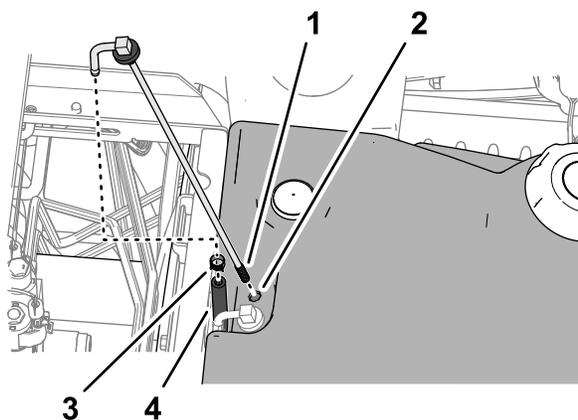

图 83
- 拆下将软管固定到燃油集油管 图 83 的软管夹。
- 清洁燃油集油管末端的滤网 图 83。